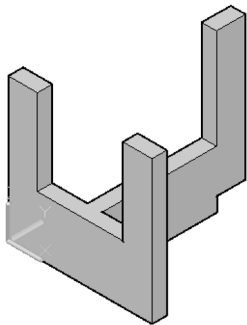

图 10-39 已有实体对象
1) 打开本书配套光盘中的“三维矩形阵列.dwg”文件，文件中存在着图 10-39 所示的实体模型。